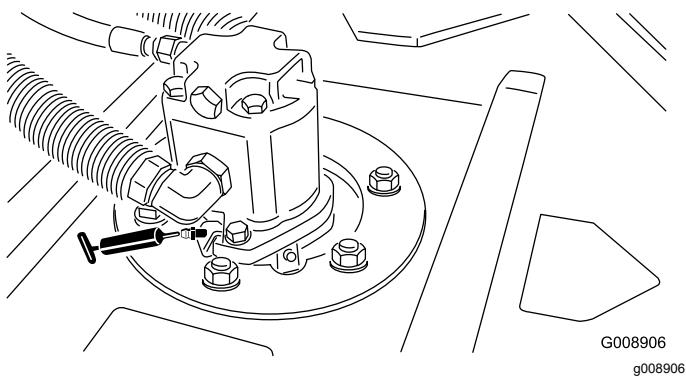

Рисунок 36
- Подшипники шпинделя режущего блока (по 2 шт. на режущий блок) —Рисунок 36